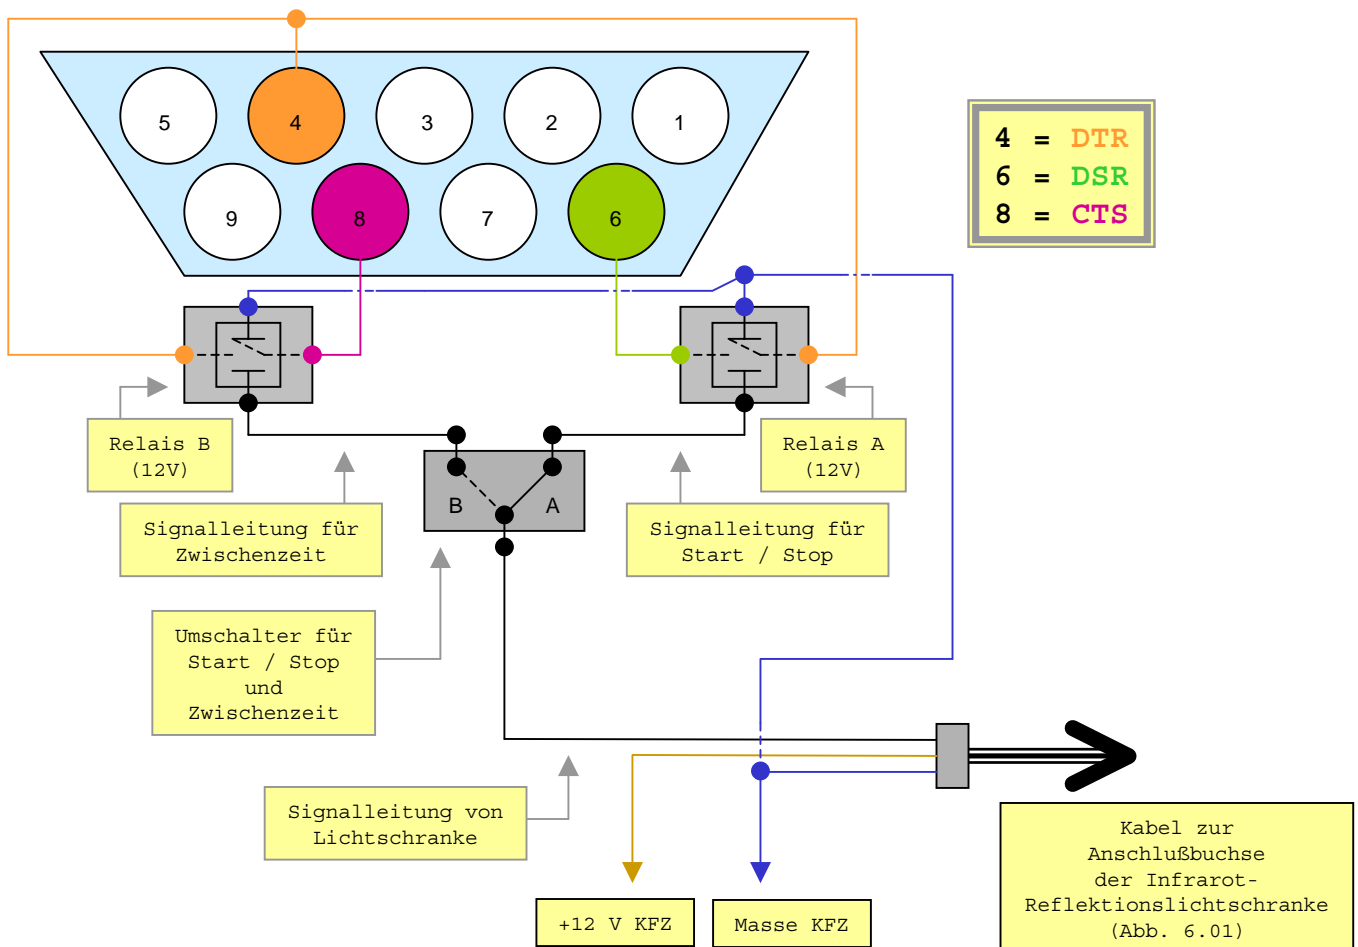

Abb. 8.01 / Schaltplan Anschluß an serielle Schnittstelle RS232 (Kabelfarben nicht bindend)
Im Prinzip gelten die gleichen Bedingungen, wie beim Anschluß mit Umschalter (Abb. 8.01).
Daher Pinbelegung spiegelverkehrt als in Abb. 8.01 und 10.01 !!!
### Zeitnahme in der Praxis (Nach Schaltung auf Seite 8, Abb. 8.01):
**Zeitnahme in der Praxis (Nach Schaltung auf Seite 8, Abb. 8.01):**